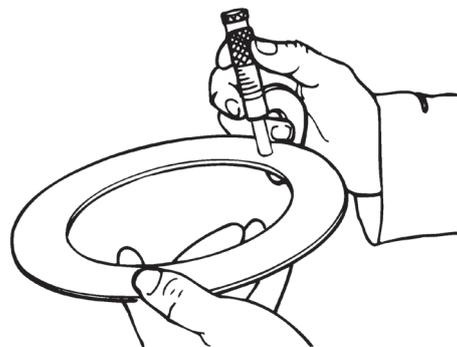

Figura 5.2
1. Use um micrômetro para medir a espessura do pacote de calços que foi removido da caixa do diferencial. Registre esta medida. Figura 5.2